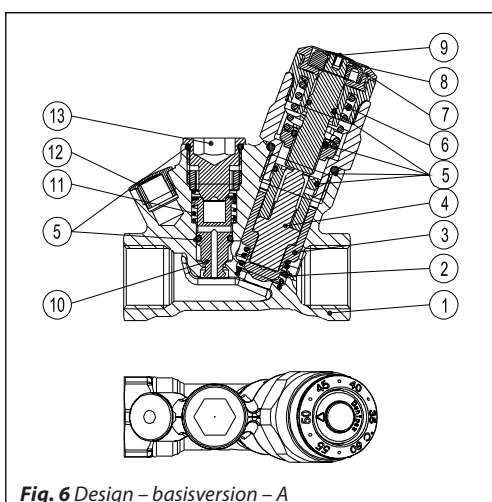
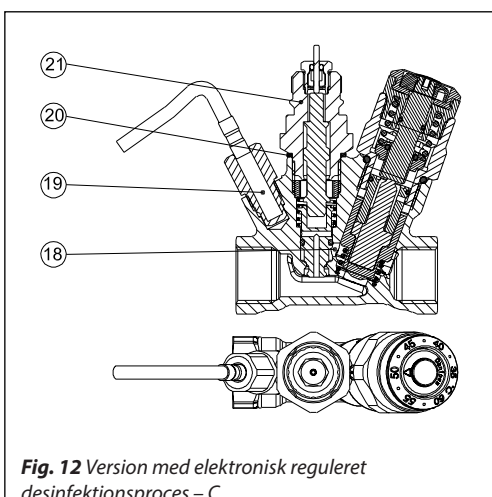

Fig. 6 Design – basisversion – A
Fig. 12 Version med elektronisk reguleret desinfektionsproces – C
MTCV - er en termostatisk selvvirkende, proportional ventil. Et termoelement (fig. 6 elem. 4) er placeret i ventilkeglen (fig. 6 elem. 3) og reagerer på temperaturændringer.
En sikkerhedsfjeder (fig. 6 elem. 6) beskytter termoelementet mod at blive beskadiget, når vandtemperaturen overstiger den indstillede værdi.
Efter afmontering af proppen for desinfektionselementet (fig. 6 elem. 13)- (dette kan gøres under drift, under tryk) kan det termiske desinfektionselement monteres (fig. 9 elem. 17).
- 1-13 Som beskrevet i fig. 6
En temperaturføler PT 1000 skal monteres i termometerhovedet (fig. 12, elem. 19). Termoaktuator og føler er tilsluttet til den elektroniske regulator CCR2+, som giver en effektiv og velfungerende desinfektionsproces i hvert cirkulationsstigrør. Hovedreguleringselementet arbejder inden for temperaturområdet 35-60 °C. Når desinfektionsprocessen/termovandbehandlingen starter, regulerer CCR2+ flowet gennem MTCV ved hjælp af termoaktuatorer TWA. Fordelene ved en elektronisk reguleret desinfektionsproces med CCR2+ er:
Efter fjernelse af desinfektionsproppen (fig. 6 elem. 13) kan adapteren monteres (fig. 12 elem. 21), og termomotoren TWA kan monteres.